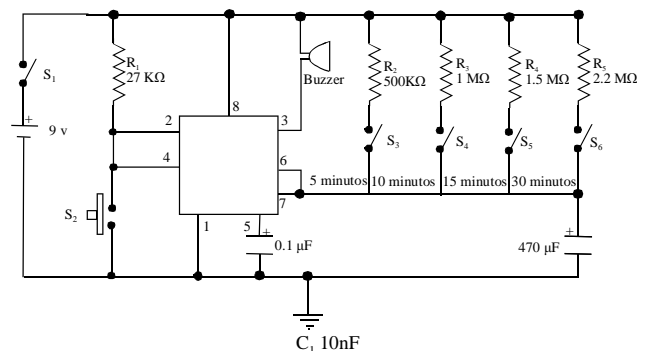

Figura 1. Circuito de retardo de tiempo
1. Armar el circuito de la figura 1 y comprobar los retardos del buzzer para 5, 10 y 15 minutos.
1. Analice y explique completamente el funcionamiento del circuito de retardo (figura 1).